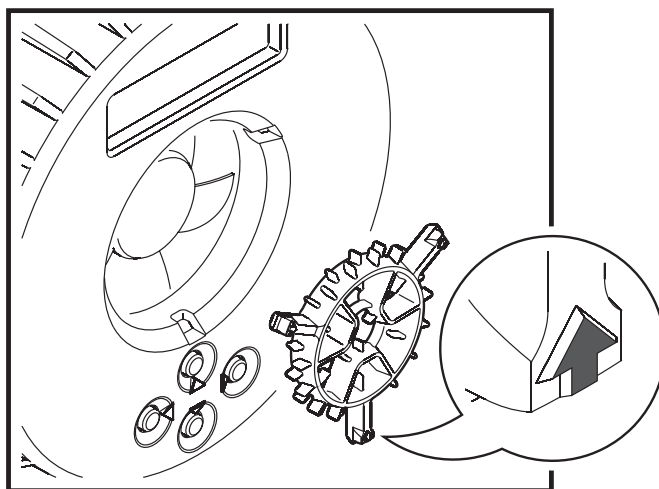

Figure 4: Démontage de la grille du ventilateur
5. Voir Figure 4. Démontez la grille du ventilateur arrière en insérant un petit tournevis plat entre le carter et la flèche gravée sur la grille. Avec des coton tiges et un aspirateur, nettoyez les pales et la grille. Remontez la grille en place.